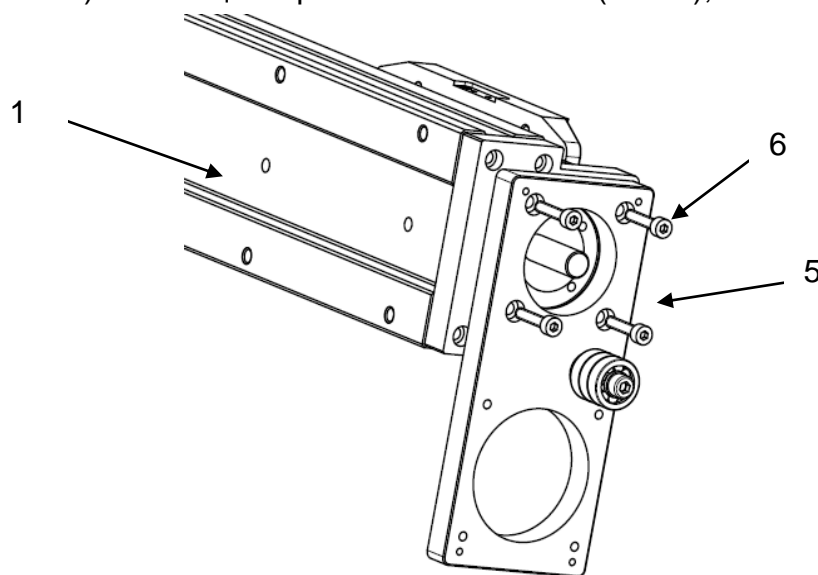

Рисунок 15 – Монтаж фланца на модуль.
2) установить корпус (поз. 5) на линейный модуль (поз. 1) (см. рисунок 15). Закрепить корпус (поз. 5) с помощью прилагаемых винтов (поз. 6);